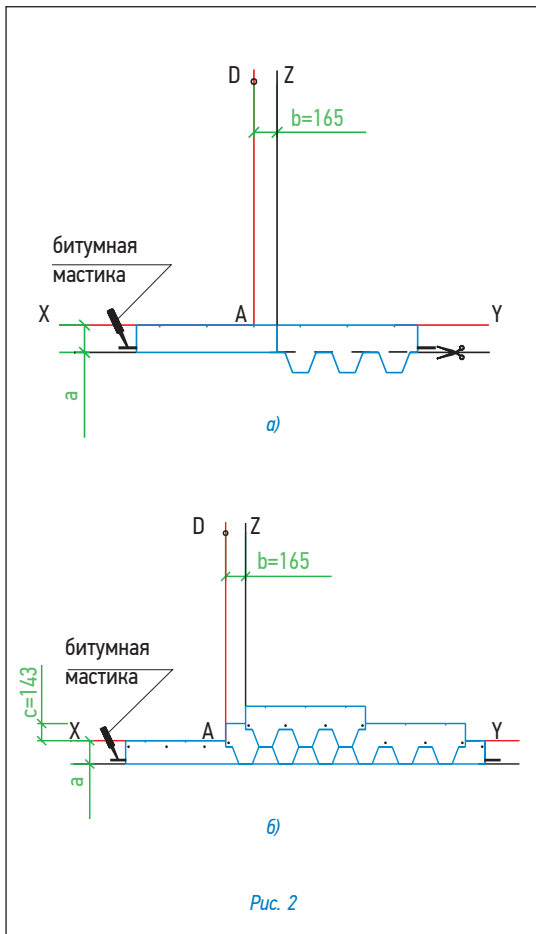

Рис. 2
### Укладка материала (рис. 2)
- далее первый ряд черепицы укладывается от линии AD (рис. 2б);
- второй ряд укладывается от линии Z (со смещением 16,5 см от AD) (рис. 2б);
Каждый лист гибкой черепицы крепится 4 гвоздями в штатных местах таким образом, чтобы гвоздь прошивал и верхний край нижележащего листа черепицы (рис. 2б).